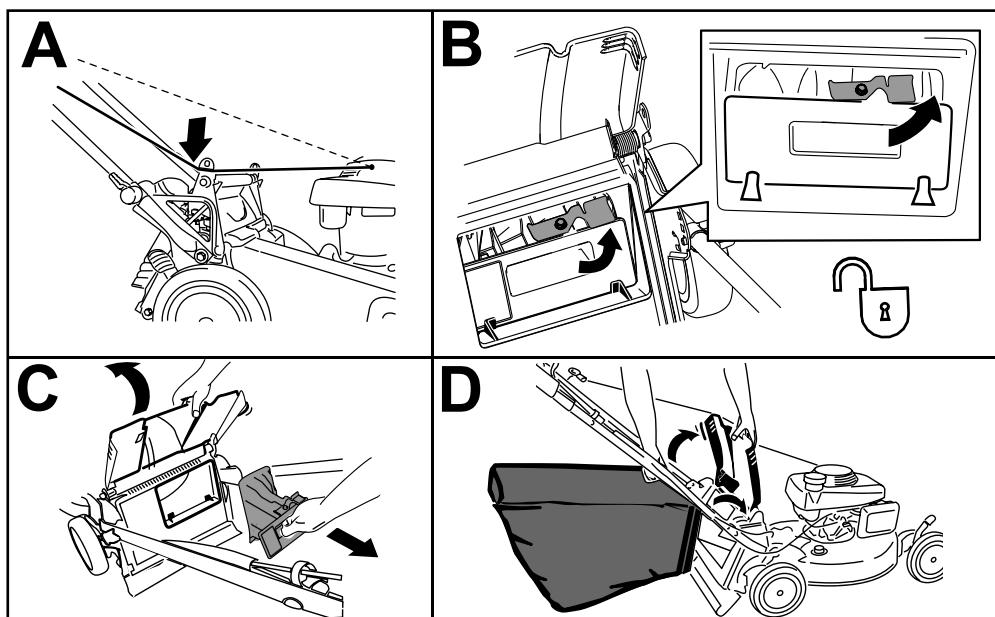

Рисунок 22
- Проложите трос стартера вокруг нижней направляющей троса (вид А на Рисунок 22).
- Поднимите и удерживайте вверху задний дефлектор и вытяните наружу заднюю заглушку (вид В на Рисунок 22).
- Вытяните наружу заднюю заглушку (вид С на Рисунок 22).
- Навесьте верхний передний край травосборника, выходящий из стержней травосборника, на пазы кронштейнов рукоятки (вид D на Рисунок 22).